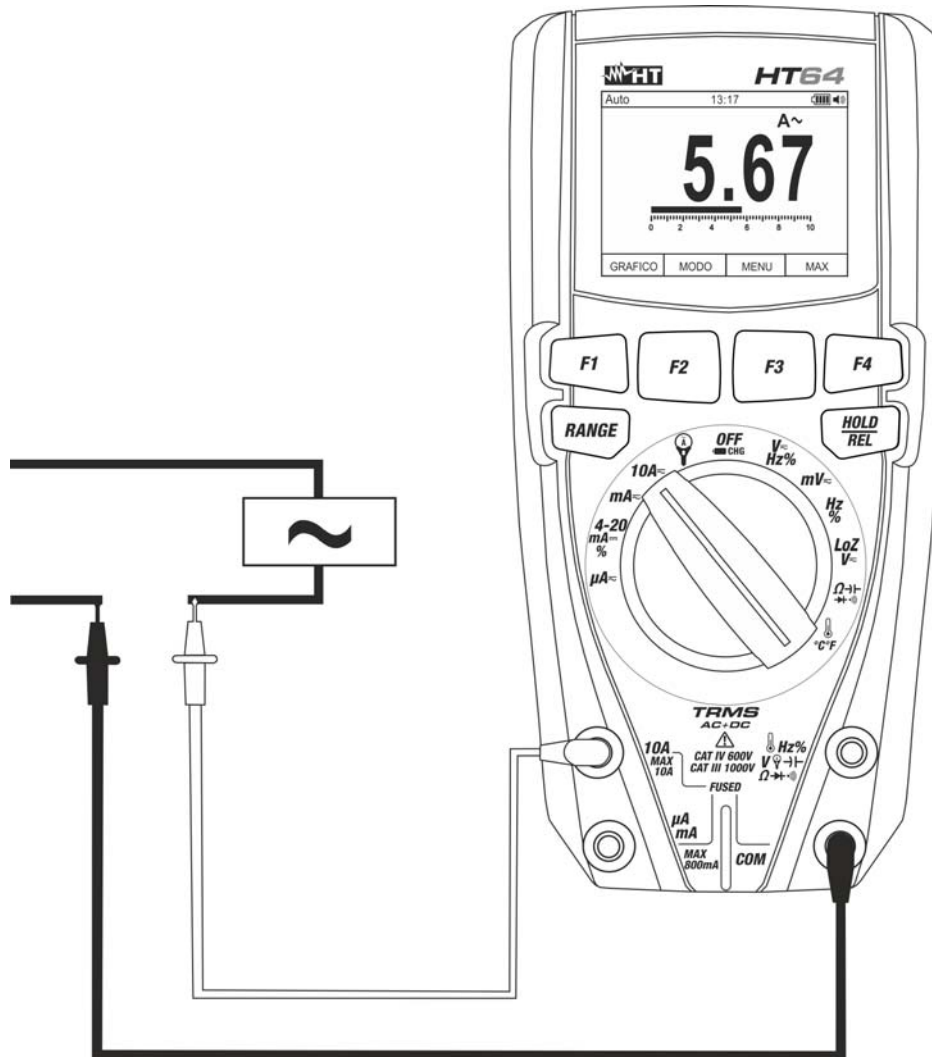

Fig. 31: Uso del instrumento para medida de Corriente CA
5. Conecte la punta roja y la punta negra en serie al circuito del que se quiere medir la corriente (vea Fig. 31)